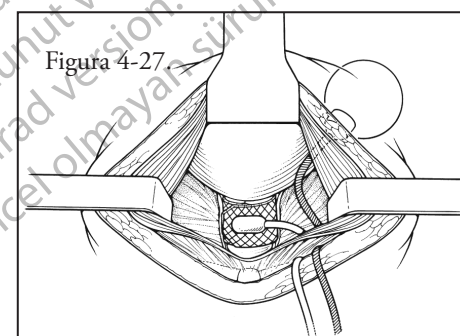

Figura 4-27.
9. Disporre i tubi del pallone e quelli della cuffia verso l'area inguinale. **(Figura 4-27)**